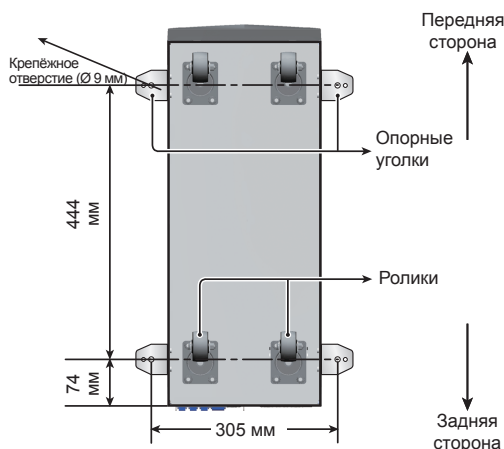
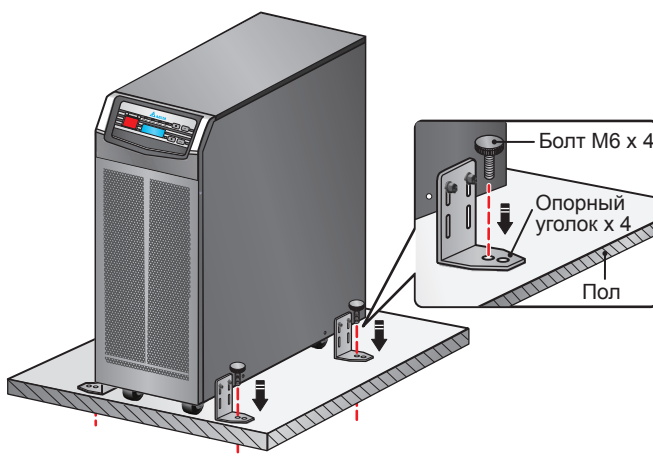

Рис. 6-5. Расположение крепёжных отверстий ИБП 15/20 кВА
Рис. 6-7. Установка болта ИБП 15/20 кВА
- 1 Для установки требуется высверлить отверстия в полу. Расположение крепёжных отверстий для ИБП 15/20 кВА показано на **Рис. 6-5**.
- 4 Вставьте болты из комплекта поставки изнутри в отверстия опорных уголков с внутренней стороны, а через них – в крепёжные отверстия в полу. Закрутите болты (см. **Рис. 6-7**). Расположение крепёжных отверстий показано на **Рис. 6-5**.